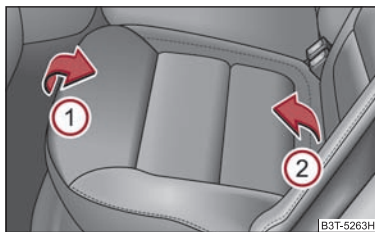

Fig. 16 Ribaltamento sedili
- Sollevare il cuscino nel senso della freccia ① ⇒ fig. 16 e ribaltarla in avanti nella direzione della freccia ②.